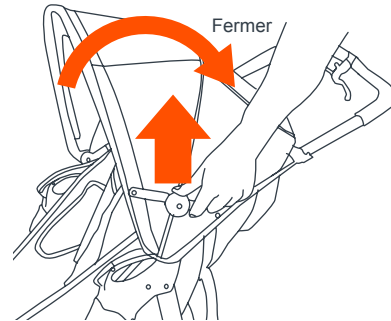

Fig. 9
- 9) • Pour replier l'auvent : tirer le bord avant vers l'arrière (Fig. 9).